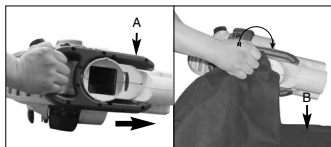

Fig. 3
Om de opvangzak te monteren: trekt u de slede (A) naar voren en plaatst u de opvangzak (B) de blazerbehuizing in zoals getoond in fig. 3.